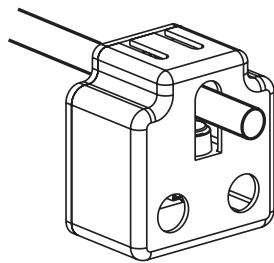

Figure 7
7a. Assemblage suspendu : Figure 11 : Ajustez la suspension à la dimension appropriée. Installez (4) 3/8"-16NC x 3/4" HHCS & 3/8"-16NC contre-écrous à brides, sans les serrer. Faites glisser le boîtier de commutation sur la barre de commutation en vous assurant que les trous à percer de verrouillage font face à la colonne de l'unité de puissance, Figure 7 - Figure 8. Utilisez (2) boulons 1/4"-20NC x 3/4" lg. HHCS, écrous de 1/4"-20NC et rondelles en étoile de 1/4" pour monter le boîtier de commutation à la suspension, voir Figure 11. Pour l'installation du SPOA10 Baie Très Étroite, voir l'étape 7b, tous les autres vont à l'étape 7c.